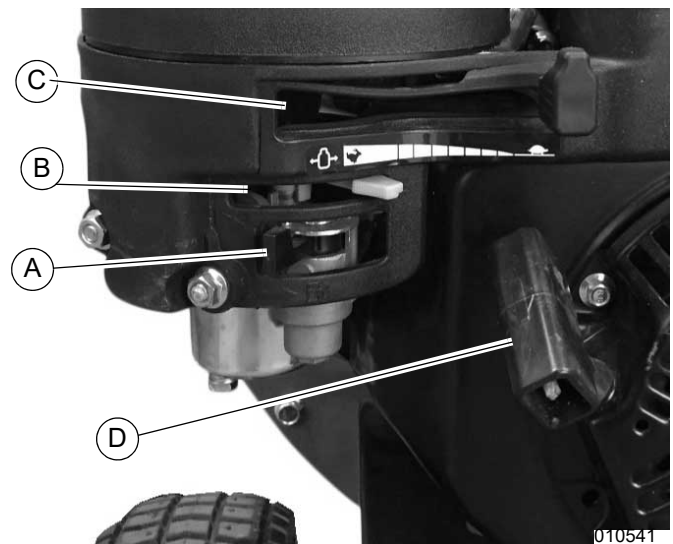

Figure 3-1. Commandes du moteur
2. Voir Figure 3-1. Mettre le robinet d'arrêt de carburant (A) en position ouverte.
4. Mettre le levier de volet de départ (B) en position étranglée. Le laisser en position de marche normale si le moteur est déjà chaud.
5. Mettre le levier de commande des gaz (C) en position de haut régime.
6. Saisir la poignée du lanceur (D) et tirer lentement jusqu'à sentir une résistance, puis tirer vivement sur le cordon pour démarrer le moteur.